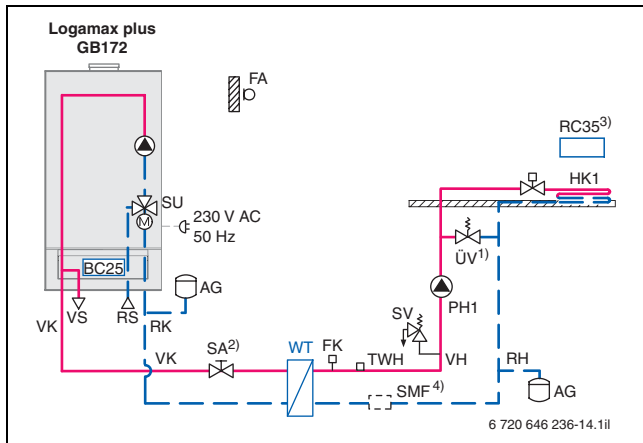

Bild 67 Beispiel für eine Fußbodenheizung mit Systemtrennung über einen Wärmetauscher bei nicht sauerstoffdichten Röhren
Bei der Installation von sauerstoffdurchlässigen Rohren, z. B. für Fußbodenheizungen, ist eine Systemtrennung mithilfe eines Wärmetauschers einzuplanen (→ Bild 67, Seite 70).
Für Fußbodensysteme mit nicht sauerstoffdichten Röhren ist eine Systemtrennung vorzusehen. Der Fußbodenkreis muss nach dem Wärmetauscher separat mit Ausdehnungsgefäß, Sicherheitsventil und Temperaturwächter abgesichert werden (→ Bild 67). Die Auslegung des Wärmetauschers ist entsprechend den gewählten Systemtemperaturen vorzunehmen. Der primärseitige Druckverlust (Kesselkreis) muss kleiner als die Restförderhöhe der im Logamax plus GB172/GB172T integrierten Pumpe sein.
- 1) ÜV nicht erforderlich bei drehzahlgeregelten Pumpen (→ Bild 67)